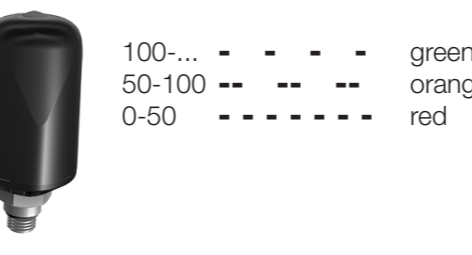

Fig. 1
De zender communiceert via een radiofrequentie met de duikcomputer. De transmissie is op zijn best als u de antenne parallel aan de antenne van de duikcomputers plaatst (zie afb. 1).
- Plaats de zender aan de zijde van de eerste trap waarop u de duikcomputer aan de pols draagt (afb. 1).
La sonda comunica con il computer mediante una frequenza radio. Per una trasmissione perfetta si consiglia di posizionare la sonda parallela al computer (si veda la fig. 1).
- posizionare la sonda sul lato del primo stadio, corrisponden te a quello su cui si porta sul polso il computer (fig. 1).
L’émetteur communique avec votre ordinateur de plongée, par fréquence radio. Pour optimiser la transmission, nous vous conseil-lons de positionner l’antenne de l’émetteur parallèlement à celle de l’ordinateur de plongée (cf. fig. 1).
- Positionnez l’émetteur du côté du premier étage du détendeur, où vous portez l’ordinateur de plongée au poignet (fig. 1).